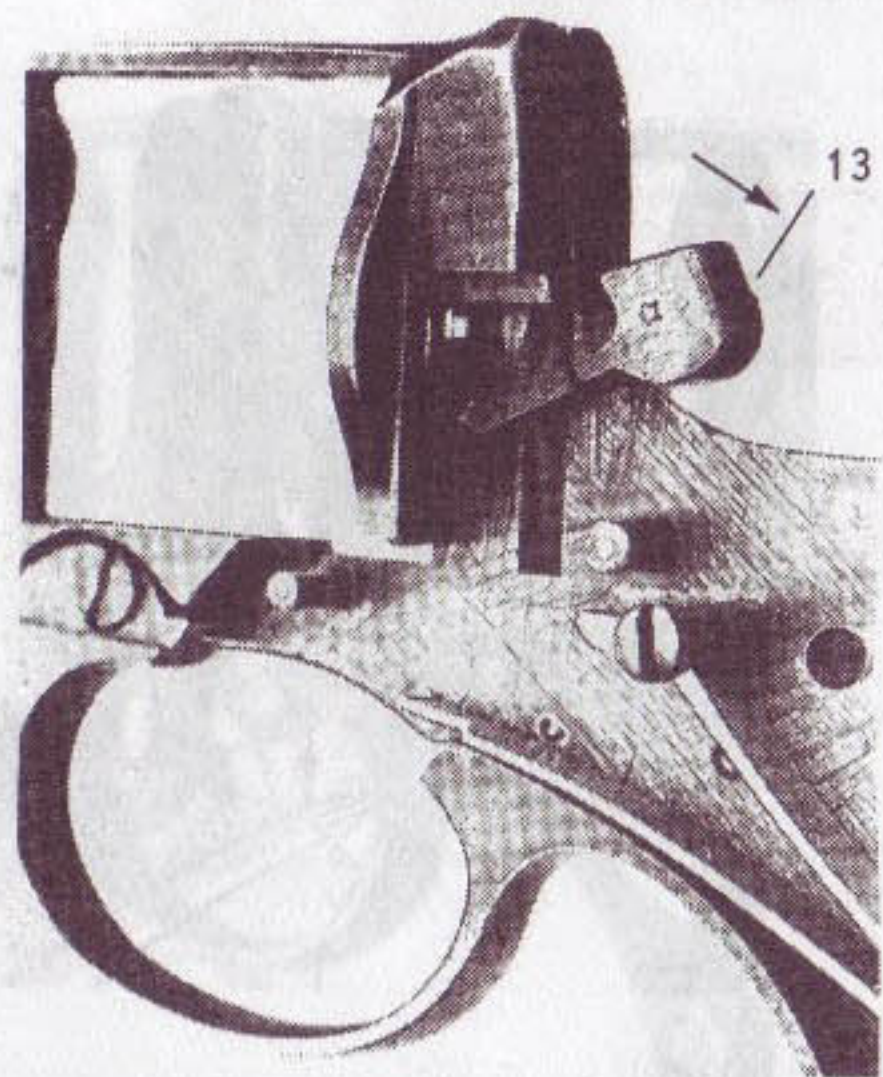
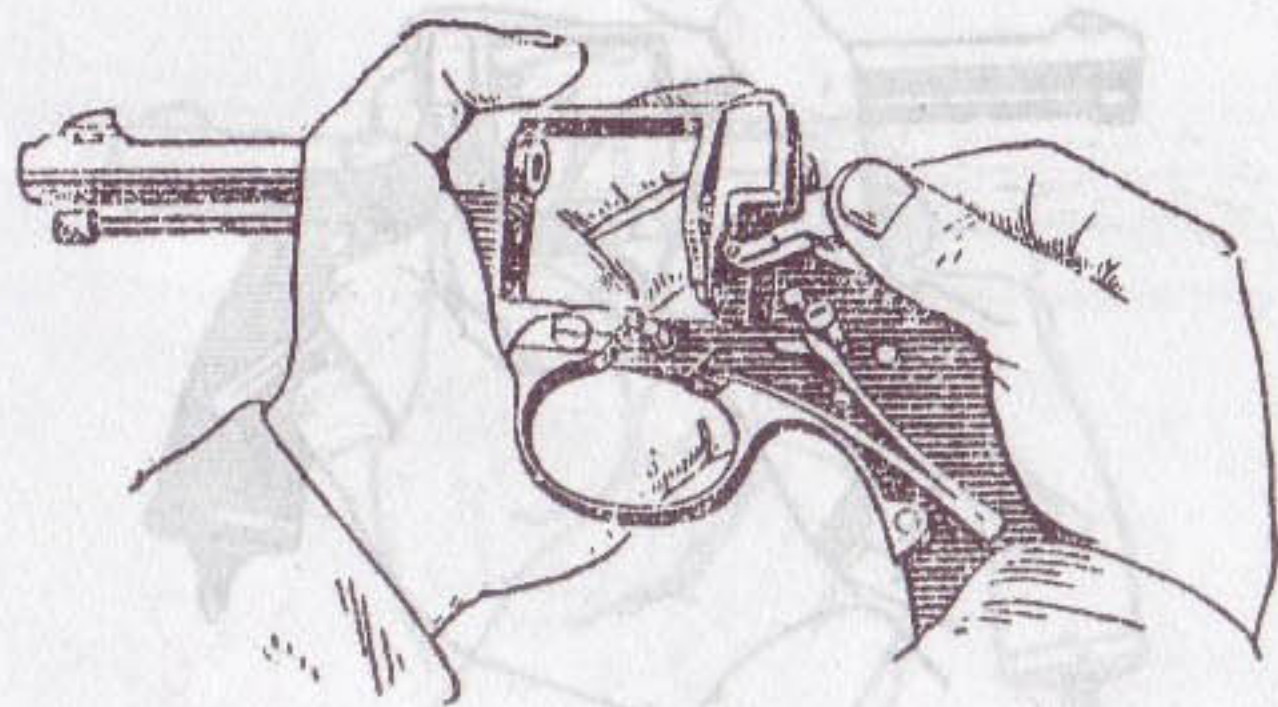

Рис. 73. Казенник (13) повернуть назад и снять его «к себе»
Рис. 74. Как снять казенник
- ◆ повернуть казенник на оси «от ствола назад» (рис. 73) и снять его с оси (рис. 74);